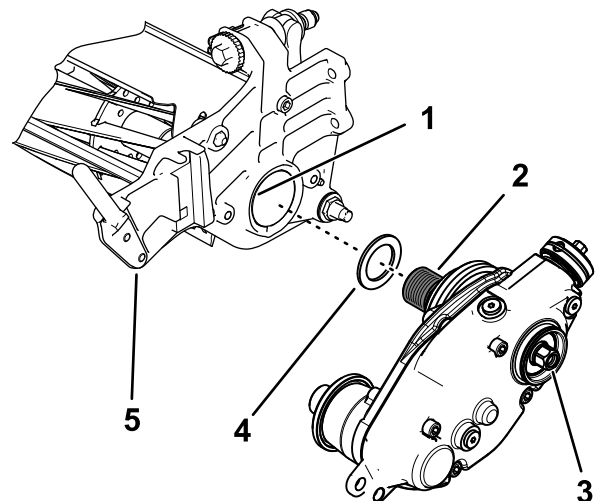

Figura 7
2. Coloque el suplemento sobre las roscas del adaptador del molinete (Figura 7).
4. Conecte la caja de transmisión del groomer al eje del molinete (Figura 7).
6. Con el molinete inmovilizado, apriete la cabeza hexagonal del eje de la caja de transmisión a 135 – 150 N·m; consulte Figura 7.